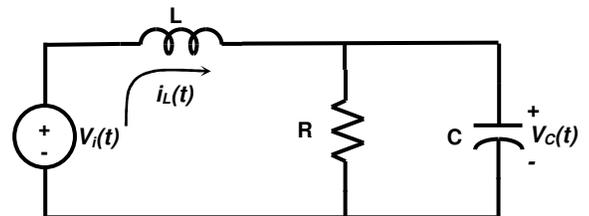

Figura 6.8.- Circuito para el problema 3 del reporte.
- 1) El código utilizado para resolver el ejercicio (3) con comentarios adecuados.
- 2) Describe con tus propias palabras el movimiento que se observaría en la varilla si el experimento del ejercicio (3) se realizara en forma real. ¿Cuántas vueltas completas daría la varilla?
- 3) Para el circuito de la figura 6.8 cuya F.T. $\frac{V_c(s)}{V_i(s)}$ se obtuvo en el reporte de la práctica No. 4. Obtén las ecuaciones de estado en términos de los valores de R, L y C, eligiendo los estados siguientes: $x_1(t) = V_c(t)$, $x_2(t) = \dot{V}_c(t)$.